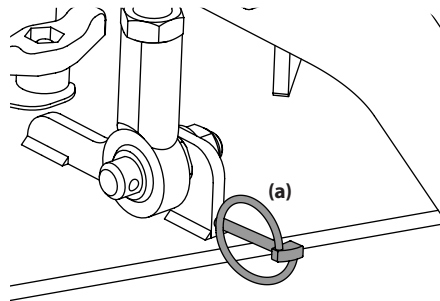

Figure 4-13
4. Retirez les quatre goupilles clips (a) qui retiennent le plateau de coupe à l'ensemble de relevage du plateau de coupe. Voir Figure 4-13.